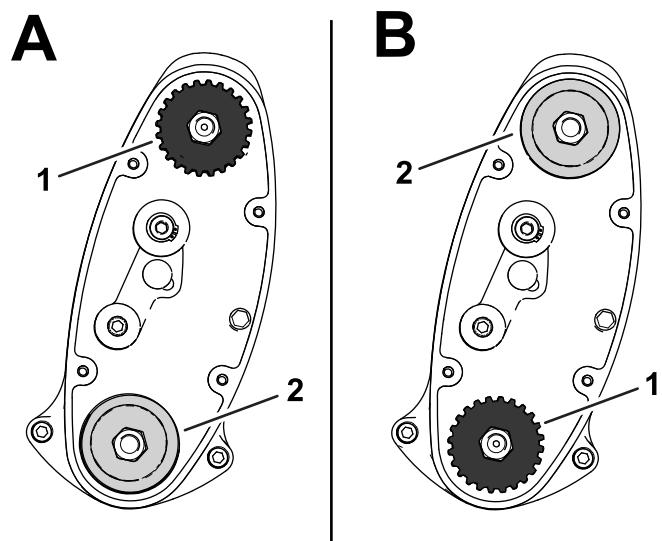

Figura 16
- Posição **ALTO**: "A" em Figura 16
- Posição **BAIXO**: "B" em Figura 16